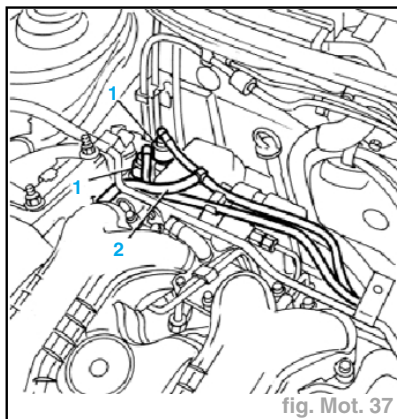
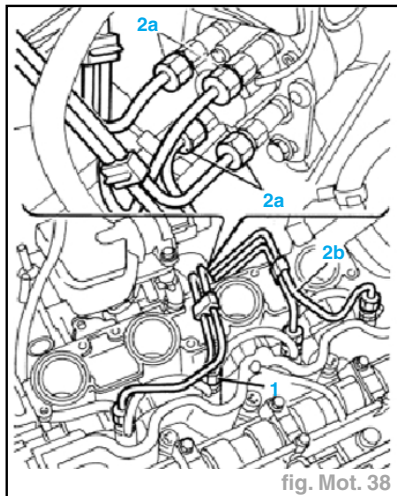

fig. Mot. 37
fig. Mot. 38
- Détacher les raccords rapides (1) des tuyaux d'amenée/retour carburant à la pompe (de la pompe) (fig. Mot. 37).
- Débrancher le tuyau de recyclage injecteurs (2) reliant le tuyau de carburant à la pompe d'injection.
- Dévisser les raccords (1) sur les injecteurs des tuyaux rigides d'alimentation (fig. Mot. 38).